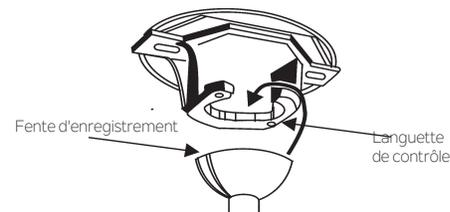

Fig. 10
Étape 9. Soulever le moteur en position et placer la boule de suspension dans le support de montage au plafond. Tourner l'assemblage entier jusqu'à ce que la "Check Tab" (languette de contrôle) se trouve dans "Registration Slot" (fente d'installation) et qu'il soit fermement logé. (Fig.10)